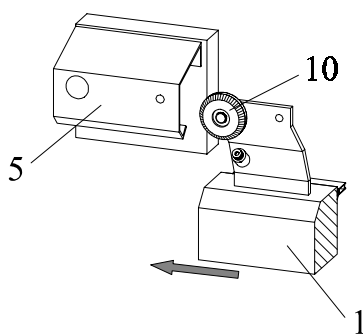

Bild 2.11 Laufwerk einführen
2.11 Beim Einhängen des Türblattes (1) führen sie die Laufwerkrollen (10) in die Laufschiene (5) **Bild 2.11**